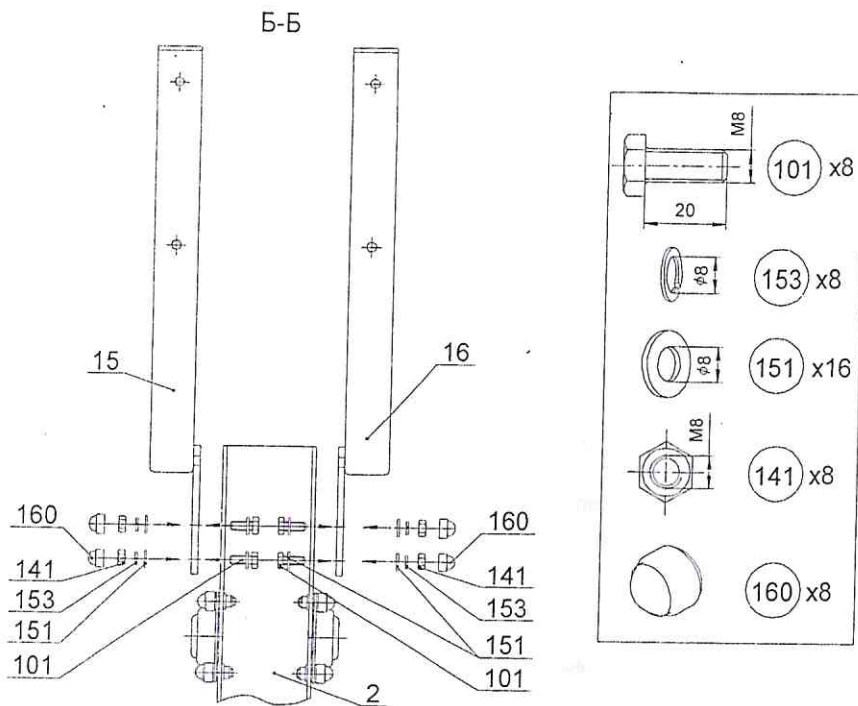

Рис.9
9.3.3.2 Установить сиденье (рис.9; 10)